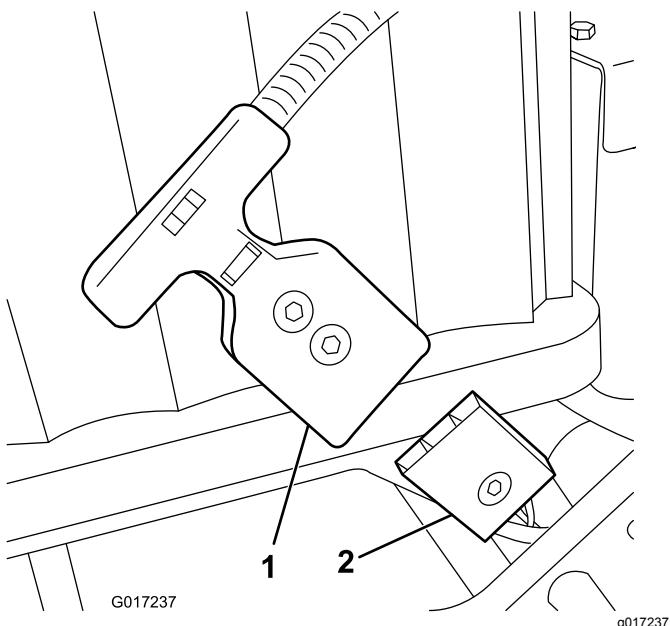

Figura 16
il pacco batteria. Rimuovete il connettore dell'alimentazione principale (Figura 16) dalla base della batteria. Montate il connettore sulla batteria come indicato. Montate la batteria sulla base, inserendo il cablaggio preassemblato collegato attraverso l'apposito foro e poi fissate il connettore dell'alimentazione principale alla base della batteria con i dispositivi di fissaggio rimossi in precedenza.
16. Collegate il connettore della maniglia a T del cablaggio preassemblato principale al connettore dell'alimentazione principale sulla base della batteria (Figura 16).